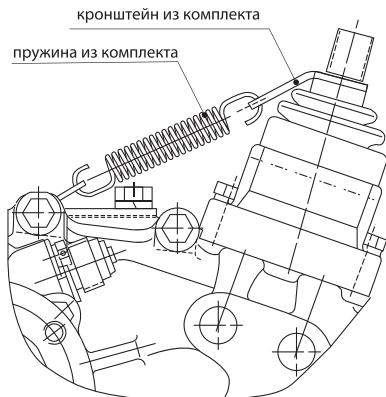

Рис. 15
6. Произведите сборку механизма РК в соответствии с Рис. 15.